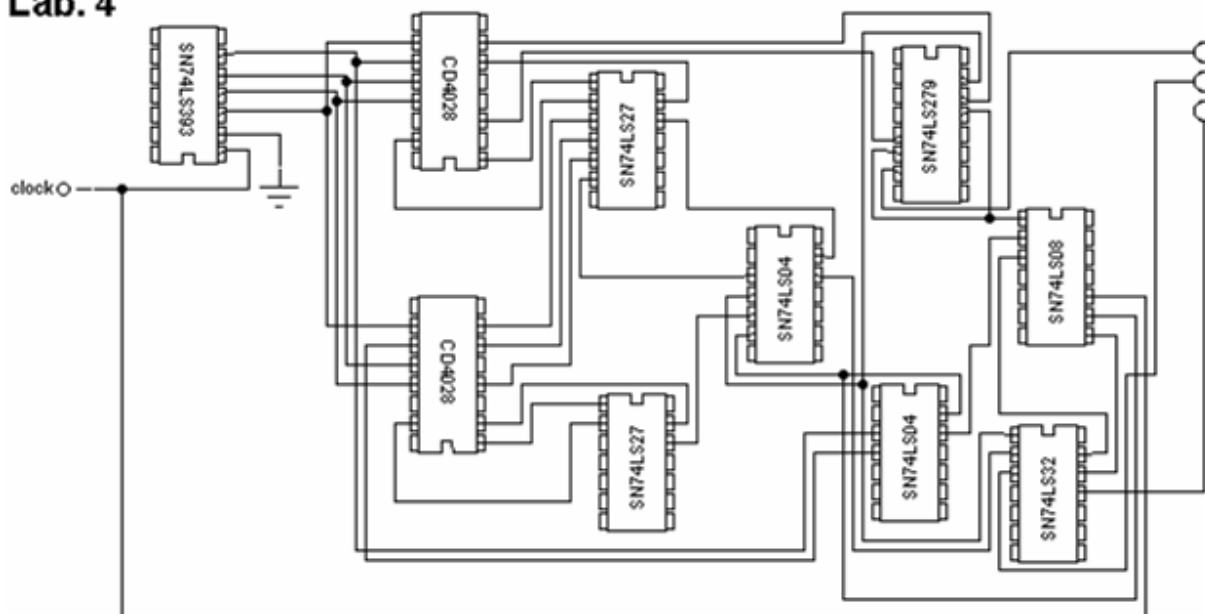

Рис. 15 Печатная плата схемы.
1. Определить тип устройства представленного в виде печатной платы (рисунок 15)